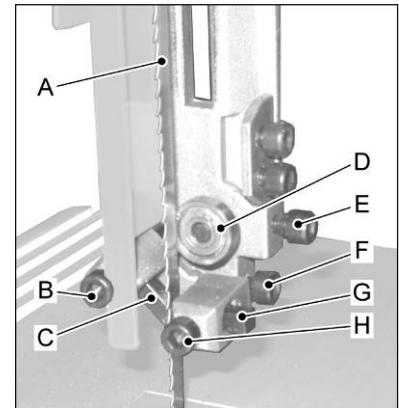

Fig 7
Die gesamte Führung in der Tiefe so einstellen, dass der Abstand vom Zahngrund zu den Führungselementen (C, G Fig 7) ca. 2 mm beträgt, die Rückenrolle (D) auf einen Abstand von 1 mm vom Sägeband (A) einstellen.